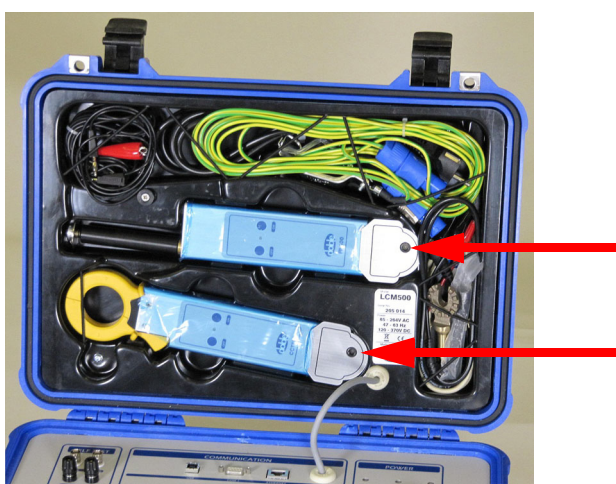

Figura 3.5 Diodos nas estações de carga da sonda na tampa do LCM500
Cada sonda possui um local de armazenagem moldado na tampa do LCM500. O local de armazenagem é também a estação de carga para aquela sonda e um diodo permanece aceso quando a estação de carga está pronta para carregar (Figura 3.5).
2. Insira a sonda na estação de carga apropriada na tampa do LCM500. Cada sonda só encaixa em uma posição, como mostrado na Figura 3.5.